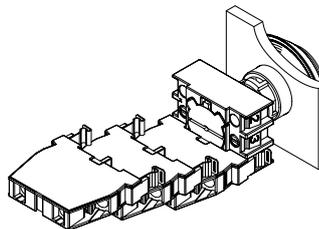
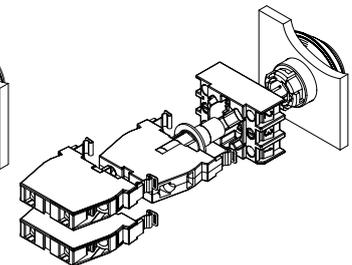

Fig.2
Fig.3
2. A montagem dos elementos de contacto do sistema de contactos EF é realizada através dos encaixes nas posições 1 a 3 no flange de montagem (ver a fig. 2). A posição central (pos. 3) está prevista para a montagem de lâmpadas em dispositivos com iluminação (ver a fig. 3).